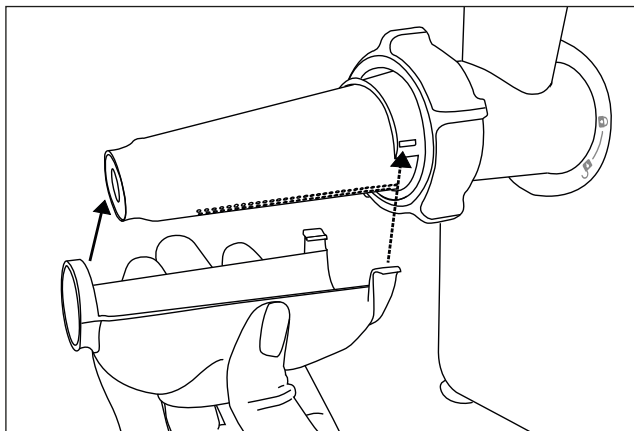

Fig. 2
- 8) Fastgør nu opsamlingskålen **8** på passeringssgigten **10** (se fig. 2). Sæt ringen på spidsen af passeringssgigten **10**, og luk lukningerne **7** på begge sider af den brede ende. Hullet i opsamlingskålen **8** vender nedad.